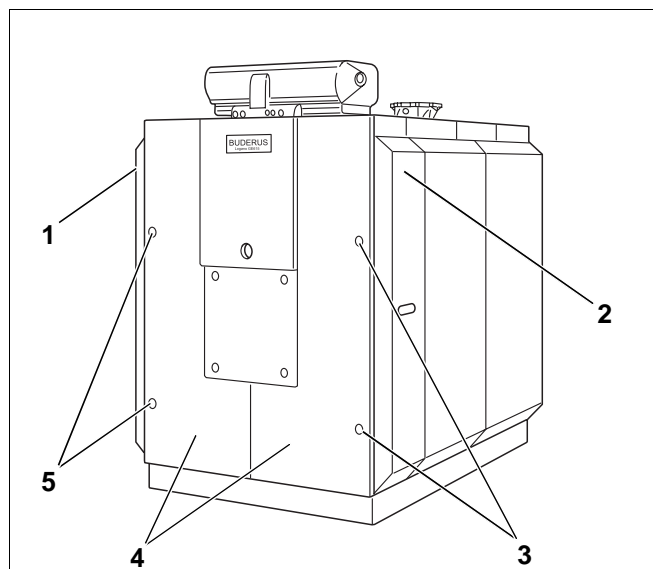

Рис. 54
Для открывания дверцы горелки снять справа и слева по одной ближней боковой стенке (с отверстием для руки). Передние стенки (облицовка дверцы горелки) демонтировать *не требуется* (рис. 54, поз. 4).
- Боковые стенки (с отверстиями для рук) (рис. 54, поз. 1 и 2) слегка приподнять и снять.
- Чтобы отвернуть четыре болта торцевым ключом, нужно сначала удалить заглушки в передней стенке (рис. 54, **поз. 3 и 5**). Теперь болты доступны через отверстия в передней стенке.